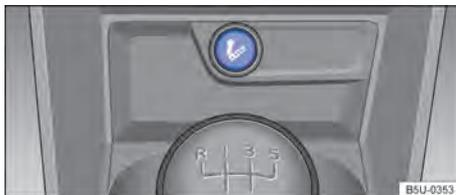

Fig. 100 No console central dianteiro: acendedor de cigarro.
- Com a ignição ligada, pressionar o acendedor de cigarro → Fig. 100.